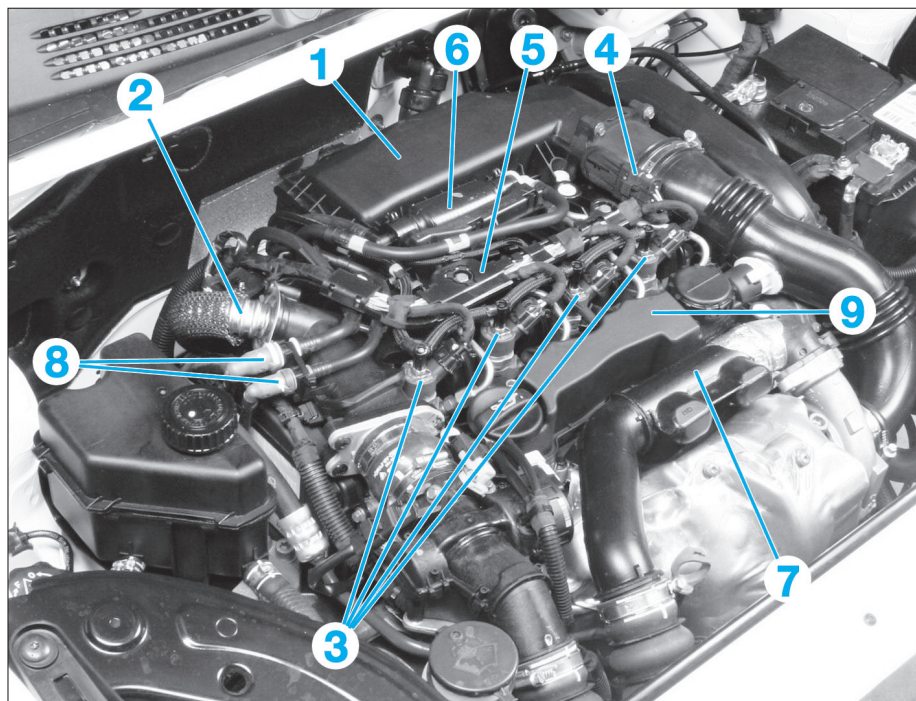

FIG. 54
- le boîtier de filtre à air (1) (Fig.54),
- le tube EGR (2).